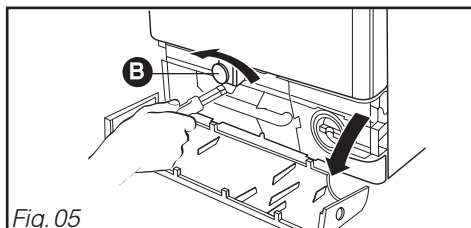

Fig. 05
– Dévissez, à l'aide d'une clé de 10, la vis de maintien de la **bride "avant" B** en plastique rouge (Fig. 05).